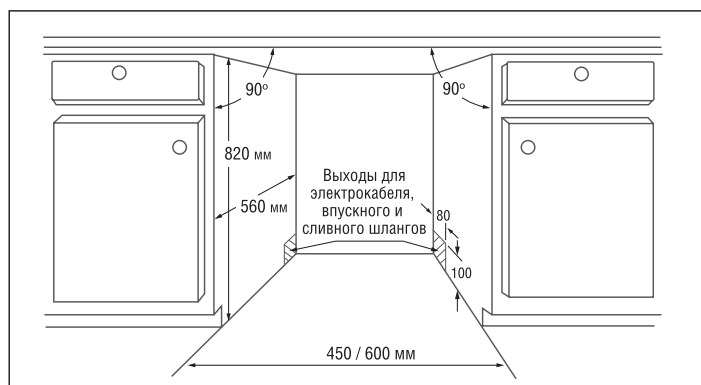

Рис. 1. Размеры и общий вид ниши для установки машины (все размеры в мм).
1. Определите место, удобное для обеспечения подвода и стока воды для того, чтобы произвести установку впускного и сливного шлангов (рис. 1).